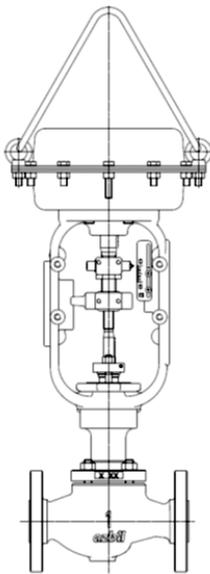

図2-1.
- ① 所定の仕様であることをネームプレートで確認してください。
- ② 調節弁(弁本体、操作器、付属機器、各部)に損傷がないことを確認してください。
- ③ 配管フランジに損傷がないことを確認してください。
- ④ 操作器には、吊り下げ用アイボルトが組み付いています。付属品を含めて表2-1、表2-2のアイボルト制限荷重以下であることを確認してください。
- ⑤ アイボルトを使用して調節弁を吊り下げる場合、操作器とワイヤーロープの角度が 60° 以上になるようロープを準備してください。(図2-1参照)